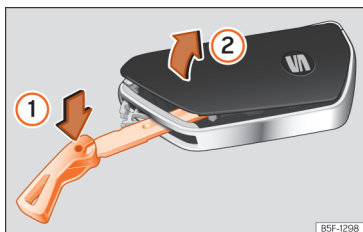

Fig. 71 Llave del vehículo: abrir la tapa del compartimento de la pila.
- Introduzca el espadín en la ranura »» fig. 71, presiónelo en el sentido de la flecha ① y desprendla la tapa haciendo palanca ②.